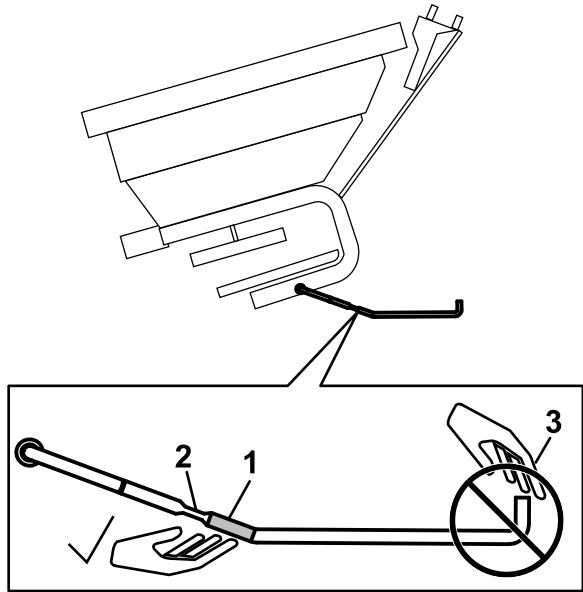

Figure 22
- Prenez la béquille près du cran de verrouillage (voir Figure 22) et levez-la vers la cadre de la trémie.